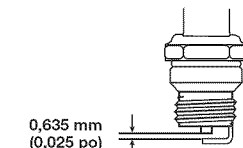

Fig. 36
1. Arrêtez le moteur et laissez-le refroidir. Retirez les six (6) vis à l'arrière de la couverture du moteur avec un tournevis plat ou un tournevis Torx® T-25 (Fig. 36).
4. Remplacez toute bougie fendillée, encrassée ou sale. Réglez l'écartement à 0,635 mm (0,025 po) à l'aide d'une jauge d'épaisseur (Fig. 36).